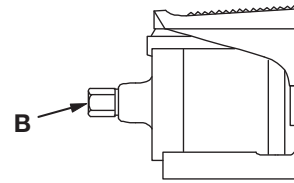

Figura 5
1. Vea la Figura 5. Conecte una fuente de aire con una capacidad (mínima) de 15,3 m3/h [9 pies3/min] al conector giratorio (B) de 1/4 pulg NPTF de entrada de aire en la bomba. Utilice únicamente adaptadores de manguera o de desconexión rápida de 1/4 pulg. No se recomienda el uso de adaptadores de tamaño o peso mayor. Utilice un sellador de roscas de tubería de buena calidad para sellar la conexión.